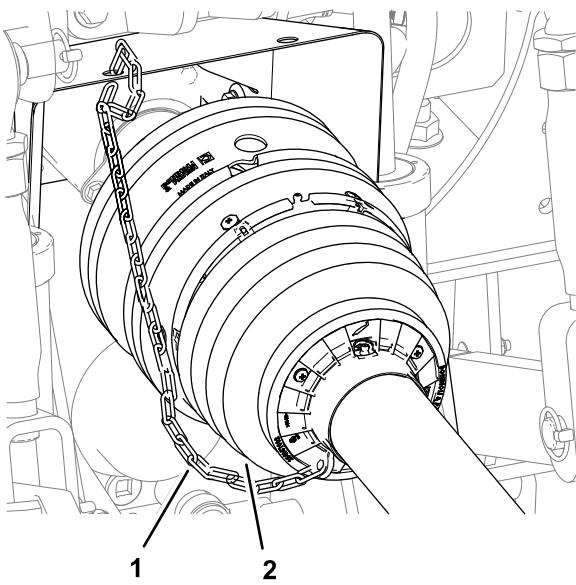

Figura 17
5. Compruebe que está instalada la cadena de seguridad entre el protector del árbol de la TDF delantero y una parte fija en el vehículo de remolque (Figura 17).